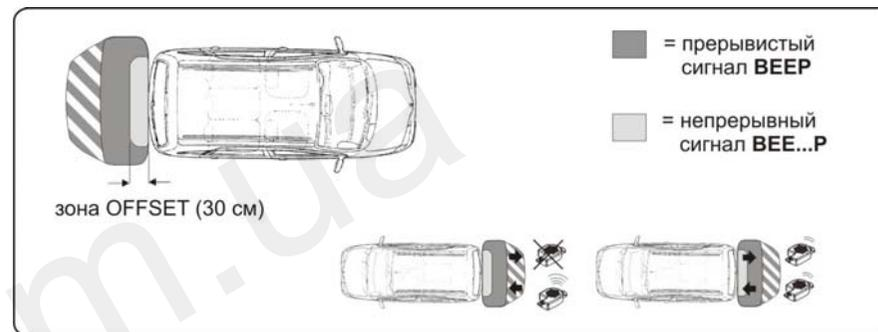

Рис.1. Звуковая индикация и зона OFFSET.
- ◆ система **META ActivePark 4/14** предназначена для предупреждения водителя о возникающих препятствиях при движении автомобиля передним или задним ходом. Соответственно этому датчики системы могут быть установлены на передний и задний бампера. При установке на задний бампер система активизируется в момент включения передачи заднего хода. Зуммер системы информирует водителя о расстоянии до препятствия. Звуковой сигнал формируется с дистанции 150 см (заводская установка), и увеличивает свою интенсивность и громкость (программируется) по мере приближения к препятствию. В случае, если расстояние становится критическим, формируется непрерывный сигнал (зона OFFSET, рис.1). При удалении от препятствия интенсивность сигнала уменьшается и при расстоянии 80-90 см (ориентировочно), он будет выключен совсем.